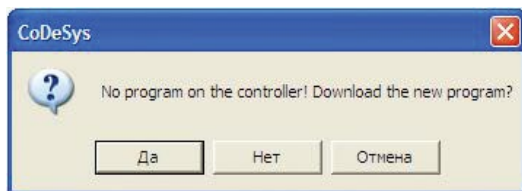

Рисунок 15.21 - Запись программы в контроллер EPLC96.
24) В появившемся окне выбрать кнопку «Да» (см. Рисунок 15.21);